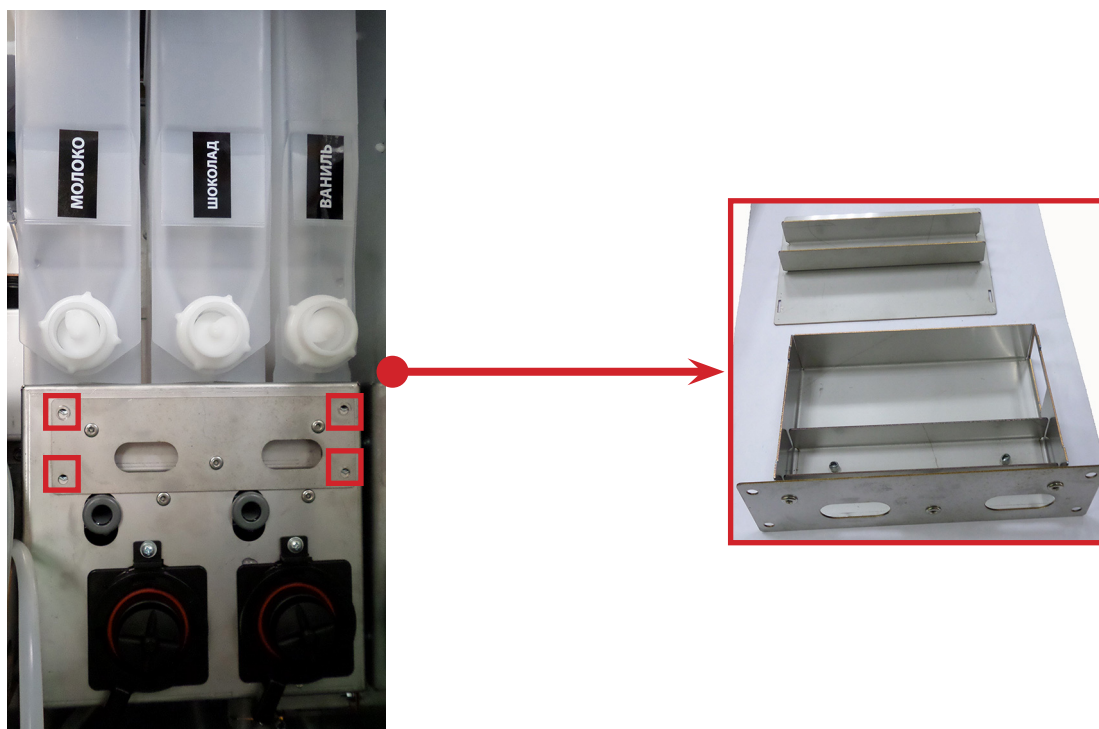

Рисунок 34
3. Снимите воронки миксеров (см. пункт 2.5.4 + рис.34).
4. Открутите четыре винта крепления (см.рис.34).
5. Вытащите систему сушки миксеров, потянув её на себя (см.рис.34).
6. Разберите систему сушки миксеров на компоненты (см.рис.34).